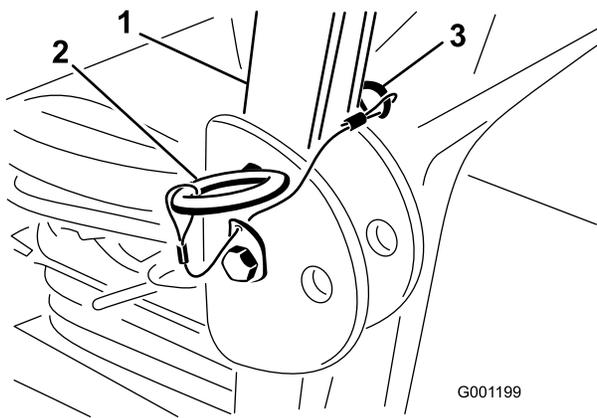

Figura 29
1. Per abbassare il roll bar rimuovete le coppiglie e le due spine (Figura 29).
3. Montate le due spine e fissatele con le spine delle coppiglie (Figura 29).
4. Per alzare il roll bar togliete le spine delle coppiglie e le due spine (Figura 29).
5. Alzate completamente il roll bar e montate le due spine, quindi fissatele con le spine delle coppiglie (Figura 29).